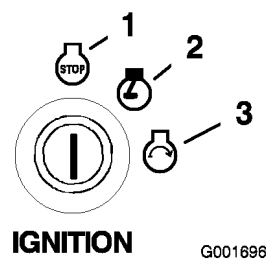

Figura 14
6. Girate la chiave di accensione in posizione Start (Figura 14). Rilasciatela quando il motore si accende.
4. Girate la chiave di accensione in posizione Off e toglietela (Figura 14).